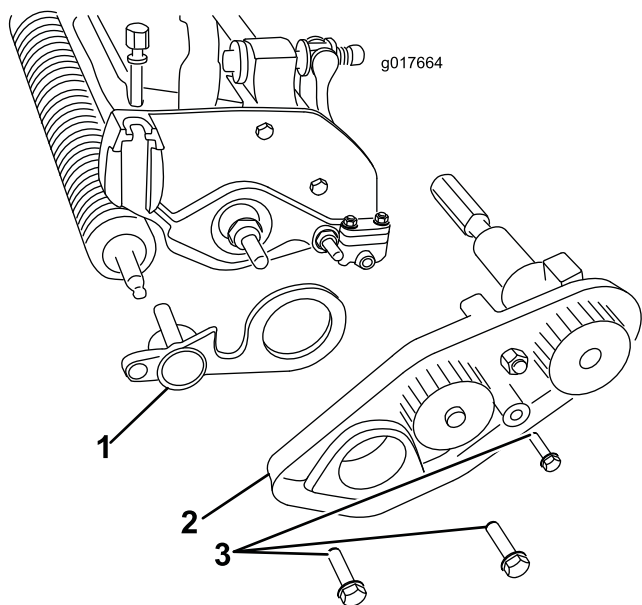

图5
10. 卸下将皮带驱动组件固定至滚刀组的3个螺栓拆下整个组件图5。
- 将疏草刀轴的另一端插入左侧支撑板 图5。
- 使用之前卸下的螺栓安装滚刀皮带驱动组件确保侧板可以自由旋转 图5。